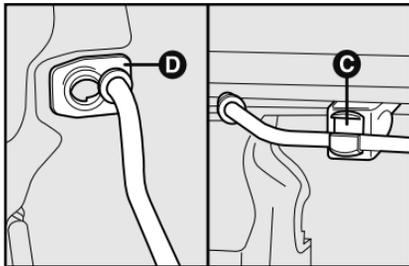

fig. 83
- Suelte la varilla de sujeción del soporte **C**-fig. 83 y póngala en el alojamiento **D** del capó.
1) mantenga levantado el capó con una mano y con la otra quite la varilla **fig. 83** del alojamiento **D** y colóquela en su dispositivo de bloqueo **C**.